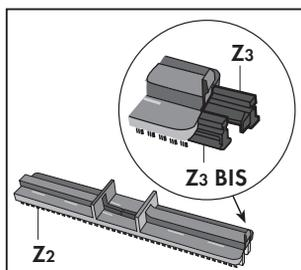

Fig. 16
- Il telaio setolato (Z2) accoppiato agli inserti rigidi per moquette e tappeti (Z3 e Z3 BIS) (Fig. 16)